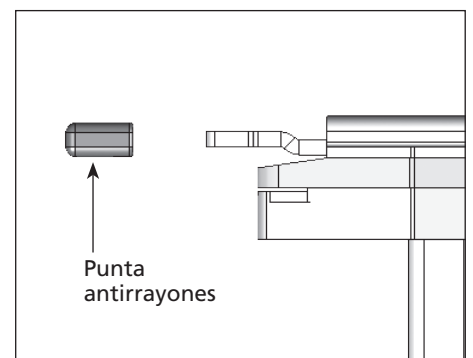

Figura 4
**PUNTA ANTIRRAYONES** — La punta antirrayones está diseñada para eliminar las marcas causadas por el elemento de contacto de trabajo (WCE) (ver Figura 4). La punta antirrayones puede quitarse si no es necesaria (vea DESINSTALACIÓN DE LA PUNTA ANTIRRAYONES) o cuando prefiera un avellanado levemente más profundo. Simplemente deslice la punta antirrayones y quítela del WCE.